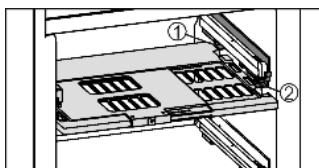

Fig. 7
- Установка пластины регулировки влажности: попечные ребра крышки на пластине вставить через низ в задний держатель Fig. 7 (1) и защелкнуть спереди на держателе Fig. 7 (2).